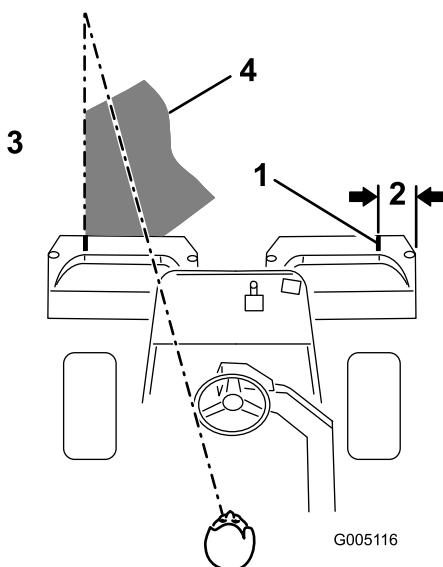

Figure 25
**Remarque:** Pour vous aider à traverser le green en ligne droite et à maintenir la machine à égale distance du bord de la passe précédente, établissez une ligne de vision imaginaire à environ 1,8 à 3 m en avant de la machine jusqu'au bord de la partie non coupée du green (Figure 25). Certaines personnes trouvent utile de faire passer la ligne de vision par le bord extérieur du volant, c.-à-d. de maintenir le bord du volant aligné sur un point se trouvant toujours à la même distance par rapport à l'avant de la machine.